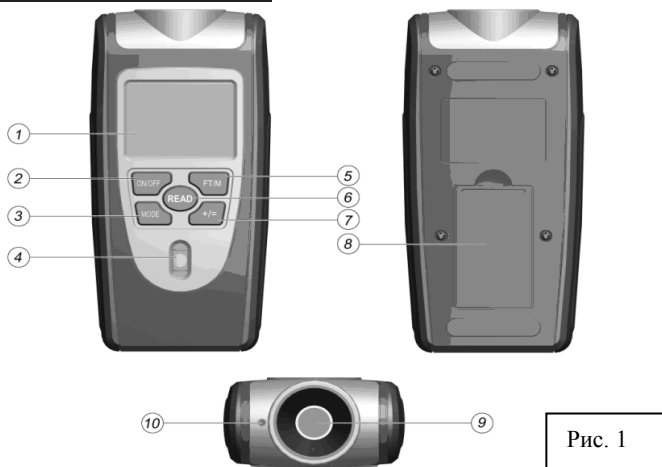

Рис. 1
ОПИСАНИЕ УСТРОЙСТВА (Рис. 1)
1. Для включения дальномера один раз нажмите кнопку “ON/OFF” (2, рис.1), прозвучит короткий звуковой сигнал и загорится дисплей дальномера.
2. Направьте дальномер на измеряемую поверхность под прямым углом (для удобства в данной модели дальномера имеется встроенный пузырьковый уровень) и нажмите кнопку “READ” (6, рис.1). Лазерный указатель покажет место, куда прибор направлен и с которого будут сниматься показания.
5. По умолчанию, измерения производятся в метрах и сантиметрах. Для перевода в английскую систему измерений нажмите кнопку “FT/M” (5, рис.1).
1. Нажимая кнопку "MODE" (3, рис.1), выберите режим измерения площади, при этом экране высветится значок режима "Площадь" .
5. Повторное нажатие кнопки "READ" (6, рис.1) будет переключать прибор между данными измерений длины "L" и ширины "W".
4. Для сложения измерений нажмите кнопку “+/=” (7, рис.1). Сумма значений появится в нижней части ЖК-дисплея.